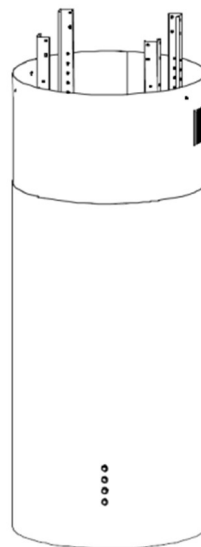

Рис.4
6. Снимите защитную плёнку (при её наличии) с корпуса вытяжки и с кожуха и оденьте кожух сверху на вытяжку (Рис.4).